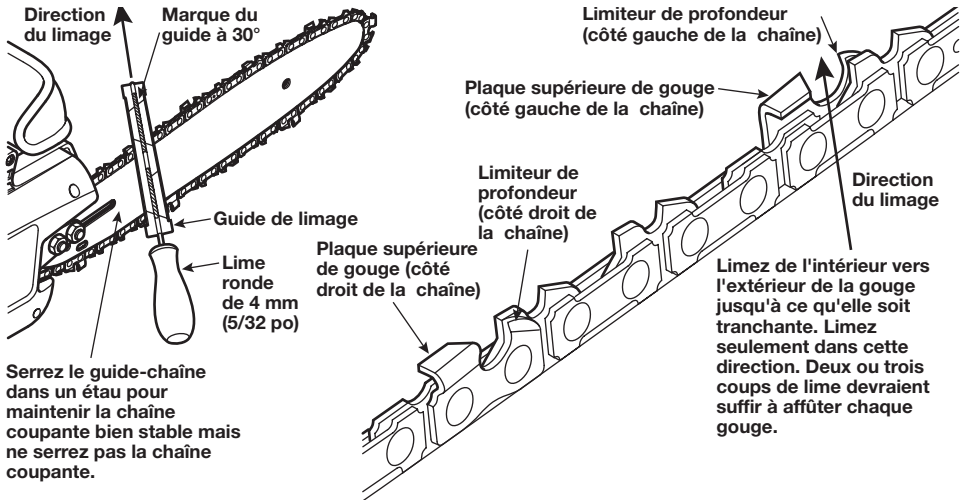

Fig. 20 Lime et placement du guide de lime sur la chaîne
3. Enfoncez la lime ronde de 4 mm (5/32 po) (attachée au guide de lime) dans la rainure entre la plaque supérieure et le limiteur de profondeur de la chaîne. Le guide de lime doit reposer à la fois sur la plaque supérieure et le limiteur de profondeur (Fig. 20).
4. Tenez la lime à hauteur du guide. Assurez-vous que la marque de 30° sur le guide de lime est parallèle au centre du guide-chaîne (Fig. 20). Ainsi, vous limerez les gorges à un angle de 30°.
5. Limez de l'intérieur vers l'extérieur de la gouge jusqu'à ce qu'elle soit bien affûtée. Limez toujours dans cette direction (Fig. 20).